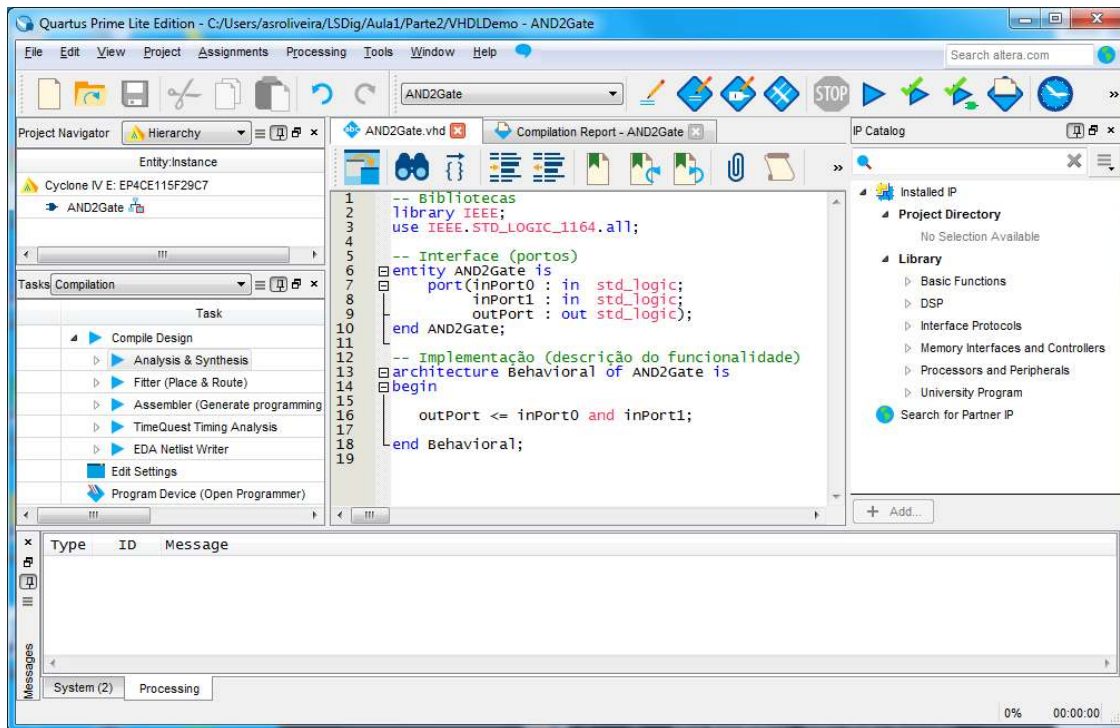

Figura 34 – Código fonte da porta lógica AND de 2 entradas (“AND2Gate.vhd”).
4. Introduza no ficheiro que acabou de criar o código VHDL correspondente a uma porta lógica AND de 2 entradas (mostrado na Figura 34).